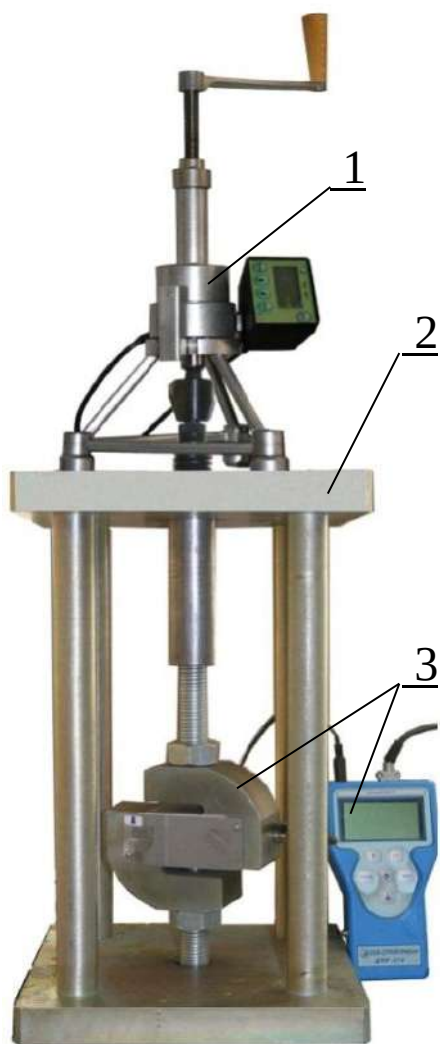

Рисунок 1
6.4.1 Для проведения измерений измеритель (1) и динамометр (3) установить на стенд (2) (рисунок 1). Вращая рукоятку силовоз-